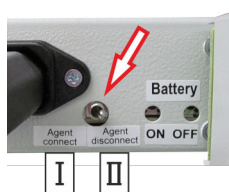

Abb. 3: Blockierschalter
- Vor dem Rücktransport des kompletten Systems den Blockierschalter (Abb. 3/ Pfeil) auf "Agent disconnect [blockiert]" (Abb. 3/II) schalten.